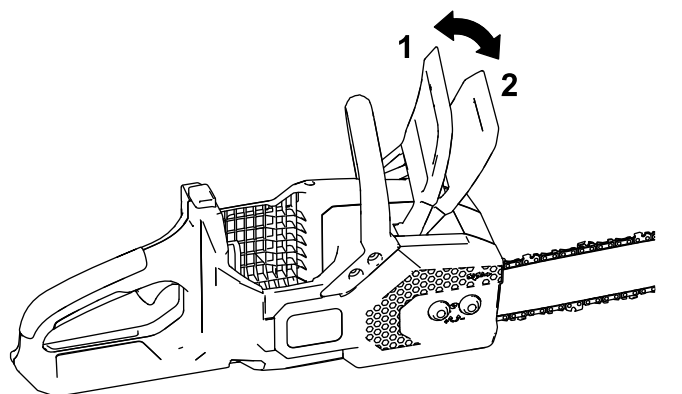

Figura 25
2. Innestate il freno catena spostandolo in avanti nella posizione di ARRESTO (Figura 25).
4. Disinnestate il freno catena spostandolo indietro nella posizione di FUNZIONAMENTO (Figura 25).
4. Assicuratevi che il freno catena sia nella posizione di FUNZIONAMENTO (Figura 25).